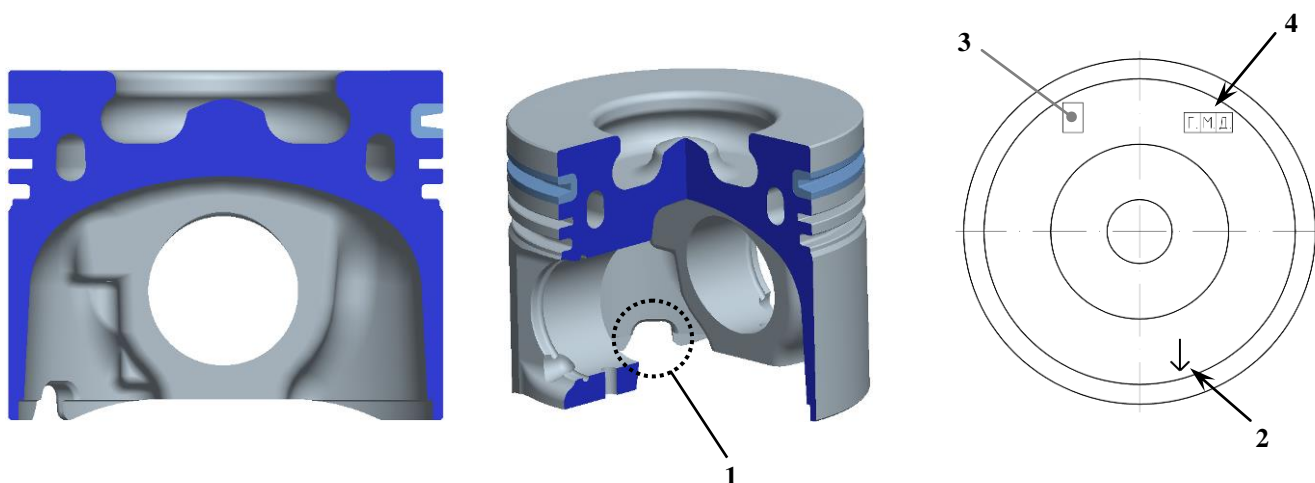

Рис.17. Поршень:
**Поршень** (рис.17) – отлит из специального алюминиевого сплава DM104. В головке поршня выполнены камера сгорания омега ( $\omega$ ) - образной формы и канал охлаждения. Масса поршня стандартного размера  $586 \pm 5$  г.
в блоке цилиндров выбиваются на днище (рис.17).